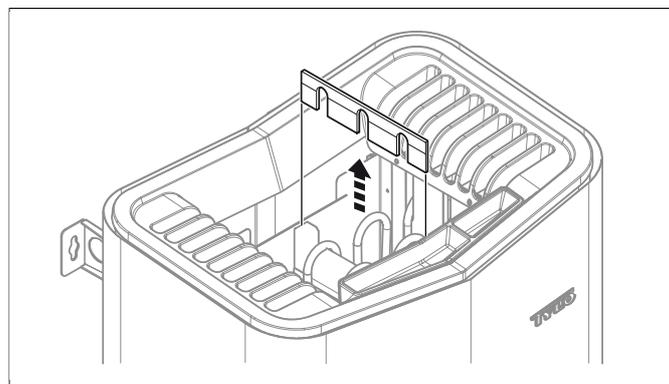
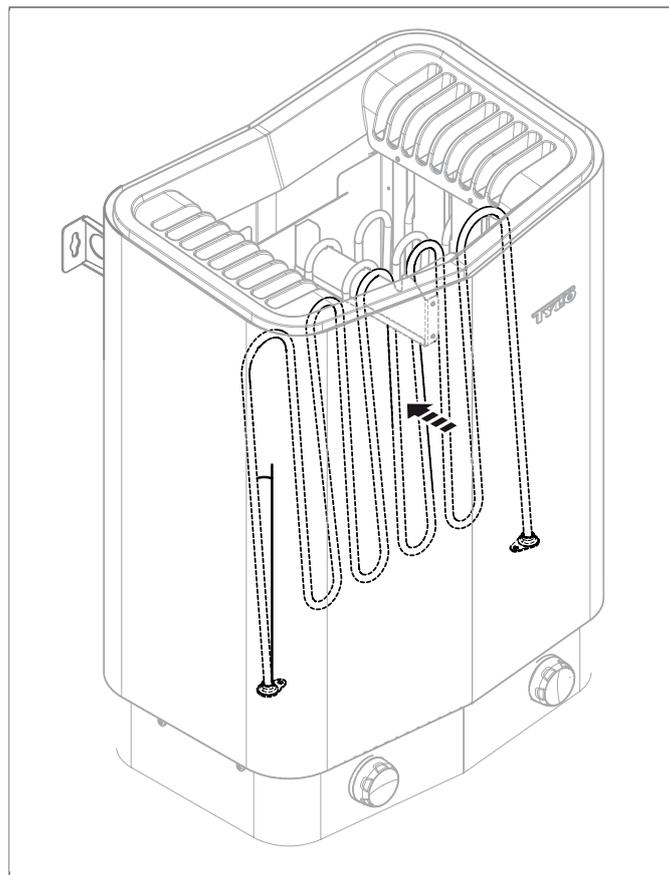

Рисунок 6: Снимите пластину, которая удерживает на месте нагревательный элемент
Рисунок 7: Разместите нагревательный элемент под углом.
1. Выберите все камни из ёмкости. Для облегчения вынимания камней открутите пластину, которая удерживает на месте нагревательный элемент (см. **Рисунок 6**, страница 4). Нагревательный элемент можно разместить под углом так, чтобы было легче вынуть камни см. **Рисунок 7**, страница 4.